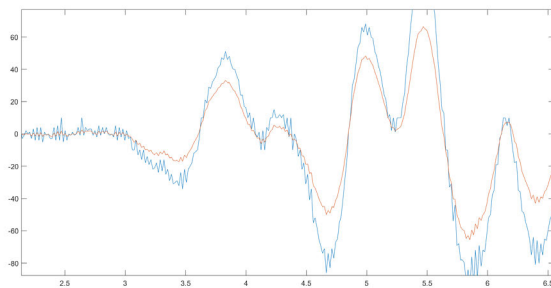

Abbildung 4. Graph der Fehler- und Motorwerte
ansteuern zu können, musste das mit einem PID-Controller geschehen, der aktuelle, vergangene und zukünftige Fehler ausgleicht. Der PID-Controller besteht aus 3 Komponenten: Einmal der proportionale Anteil, der die aktuellen Fehler berichtigt. Dieser lässt sich mit der Gleichung (1) berechnen. Dann gibt es noch den Integralanteil, der die vergangenden Fehler ausgleicht. Hier kann die Gleichung (2) verwendet werden. Zuletzt braucht man noch den Differentialanteil, der für zukünftige Fehler verantwortlich ist. Man verwendet hier Gleichung (3). „F“ ist hier der aktuelle Fehler. Die „I“ Variable ist dabei die Summe aller Fehler und die „D“ Variable die Differenz zwischen dem letzten und dem aktuellen Fehler. Dann gibt es noch die 3 Variablen  $x$ ,  $y$  und  $z$ , die so angepasst werden mussten, dass eine gute Performance des Roboters entstand. Die endgültige Motorleistung errechnet sich dann aus diesen drei Komponenten, indem diese zusammen addiert werden. Um diese Stellschrauben besser anpassen zu können, wurde der Fehlerwert (orange) und die berechnete Motorleistung (blau) in MatLab geplottet, was man in Abbildung 4 sehen kann. Nach einigen Testreihen wurde festgestellt, dass die Kommunikation zwischen MatLab und dem NXT Brick, selbst mit USB-Kabel, viel zu langsam ist, was dazu führte, dass der Roboter sich nicht länger als ein paar Sekunden aufrecht halten kann. Deshalb erforderte es einen Weg den Code direkt auf den NXT Brick zu übertragen. Aus diesem Grund musste es mit der offiziellen Software "LEGO MINDSTORMS NXT 2.0- [4] von Lego weiter gehen. Dann wurde der Quelltext aus MatLab umgeschrieben, sodass der Code direkt auf dem NXT Brick kompiliert und geladen werden konnte. Nach weiteren Anpassungen der 3 Reglerparameter in der neuen Software konnte ein sehr gutes Ergebnis erzielt werden, sodass der Roboter sehr stabil steht und ausbalanciert bleibt.